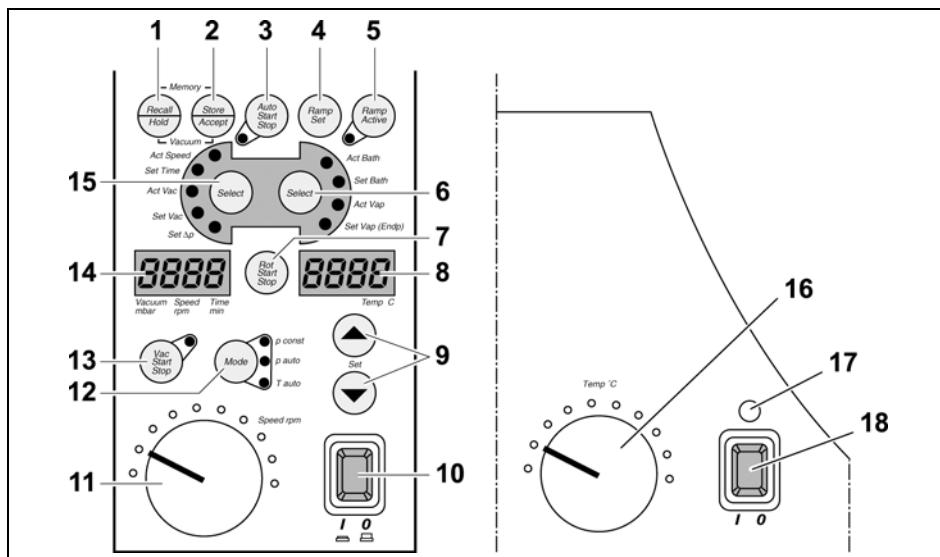

Fig. 6-1: Panel de mando Equipo básico / Baño calefactor
- ✓ El evaporador rotativo está listo para funcionar y se ha encendido mediante el interruptor de red del equipo básico (Fig. 6-1 (10)).
En caso de temperaturas nominales superiores a 100 °C, aparece durante un segundo en la pantalla del baño calefactor (Fig. 6-1 (8)) la indicación: **OIL**.
1. Encender el baño calefactor pulsando el interruptor de red del baño calefactor (Fig. 6-1 (18)).
El interruptor de red del baño calefactor (Fig. 6-1 (18)) se ilumina en verde.
2. Mediante el botón giratorio del baño calefactor (Fig. 6-1 (16)), ajustar la temperatura al menos 20 °C más alta que la temperatura nominal.
3. Pulsar la tecla **Select** (Fig. 6-1 (6)) hasta que se ilumine el LED **Set Bath**.
4. Ajustar el valor nominal con las teclas de flechas (Fig. 6-1 (9)).
En la pantalla (Fig. 6-1 (8)) se presenta la temperatura nominal. Después de 5 segundos aparece el valor real en la pantalla y el LED **Act Bath** se ilumina.
La lámpara de control iluminada amarilla del baño de control (Fig. 6-1 (17)) encima del interruptor de red del baño calefactor (Fig. 6-1 (18)) indica que el baño calefactor se encuentra en la fase de calentamiento.
- Pulsar la tecla **Select** (Fig. 6-1 (6)) hasta que se ilumine el LED **Act Vap**.
La temperatura de ebullición se visualiza en la pantalla (Fig. 6-1 (8)).
➔ Pulsar la tecla **Vac Start Stop** (Fig. 6-1 (13)).
El LED junto a la tecla **Vac Start Stop** (Fig. 6-1 (13)) se ilumina tras el encendido.
Pulsando nuevamente la tecla **Vac Start Stop** (Fig. 6-1 (13)), el equipo desconecta de nuevo la regulación de vacío.
En el ROTAVAC vario control no es necesario ajustar un valor para  $\Delta p$ . En la pantalla (Fig. 6-1 (14)) se visualiza en **Set  $\Delta p$** : ----. La regulación de vacío se realiza a través del número de revoluciones de la bomba.
1. Pulsar la tecla **Mode** (Fig. 6-1 (12)) hasta que se ilumine el LED **Mode p const.**
2. Pulsar la tecla **Select** (Fig. 6-1 (15)) hasta que se ilumine el LED **Set Vac.**
3. Ajustar el vacío deseado mediante las teclas de flechas (Fig. 6-1 (9)).
El vacío nominal se muestra en la pantalla (Fig. 6-1 (14)).
4. Pulsar la tecla **Select** (Fig. 6-1 (15)) hasta que se ilumine el LED **Set Δp.**
5. Ajustar mediante las teclas de flechas (Fig. 6-1 (9)) la diferencia de conmutación (histéresis)  $\Delta p$  deseada.
1. Pulsar la tecla **Mode** (Fig. 6-1 (12)) hasta que se ilumine el LED **Mode T auto.**
2. Pulsar la tecla **Select** (Fig. 6-1 (6)) hasta que se ilumine el LED **Act Vap.**
4. Pulsar la tecla **Select** (Fig. 6-1 (6)) hasta que se ilumine el LED **Set Vap.**
5. Ajustar la temperatura nominal deseada mediante las teclas de flechas (Fig. 6-1 (9)).
La temperatura nominal se visualiza en la pantalla (Fig. 6-1 (8)).
Después de cinco segundos aparece **Endp** en la pantalla (Fig. 6-1 (14)).
6. Mediante las teclas de flechas (Fig. 6-1 (9)) ajustar la presión final deseada tras la cual se debe interrumpir la destilación.
La presión final ajustada se presenta en la pantalla (Fig. 6-1 (8)).